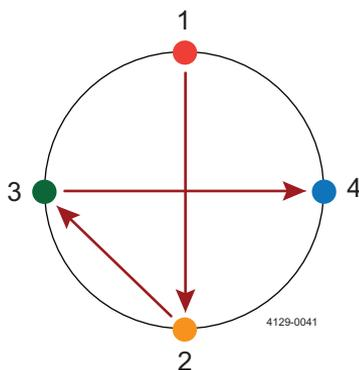

Abbildung 1
4. Die Schweißplatte mithilfe des geeigneten Füllmaterials am Tank an den Positionen 1 und 2 von der Innenseite des Tanks aus Heftschiweißen (siehe Abbildung 1). Sicherstellen, dass die Anschweißplatte plan ausgerichtet ist (ggf. anpassen) und an den Positionen 3 und 4 Heftschiweißen.